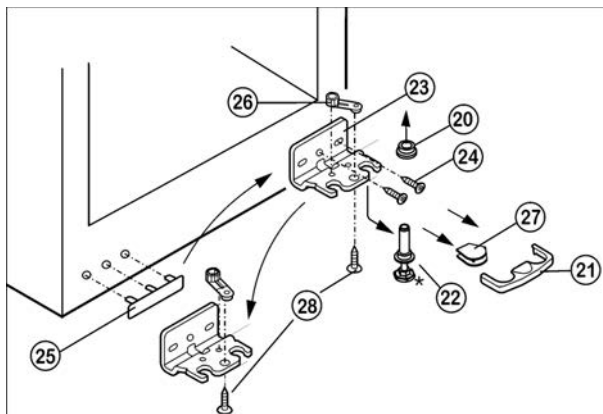

Fig. 5
- ▶ Предохранитель Fig. 5 (21) снимите движением вперед.
- ▶ Снимите крышку Fig. 5 (27).*
- ▶ Вытяните опорный палец Fig. 5 (22) вниз и вперед. При этом следите за гнездом шарнира Fig. 5 (20).
- ▶ Открутите опорный кронштейн Fig. 5 (23)(2 шт. Torx 25) Fig. 5 (24).
- ▶ Открутите опорную деталь Fig. 5 (26)(1 Torx 25) Fig. 5 (28) и, переставив в отверстие на противоположной стороне опорного кронштейна, снова прикрутите.
- ▶ Осторожно приподнимите и переставьте крышку Fig. 5 (25) со стороны ручки.
- ▶ Снова прикрутите опорный кронштейн Fig. 5 (23) на новой стороне шарнира, при необходимости с помощью аккумуляторного шуруповерта через внешний продольный паз и круглое отверстие.
- ▶ Установите крышку Fig. 5 (27) на противоположной стороне.*
- ▶ Предохранитель (21) нужно зафиксировать сбоку на кронштейне, чтобы опорный палец и двери были защищены от выпадения.
- ▶ Снова защелкните предохранитель (21) на опорном кронштейне.
- ▶ Наденьте гнездо шарнира Fig. 5 (20).
- ▶ Установите дверь сверху на нижний опорный палец Fig. 5 (22).
- ▶ Переставьте средний винт на нижнем опорном кронштейне Fig. 5 (23) в свободный продольный паз.
- ▶ При необходимости выровняйте дверцу через два продольных паза в нижнем опорном кронштейне Fig. 5 (23) параллельно корпусу устройства.